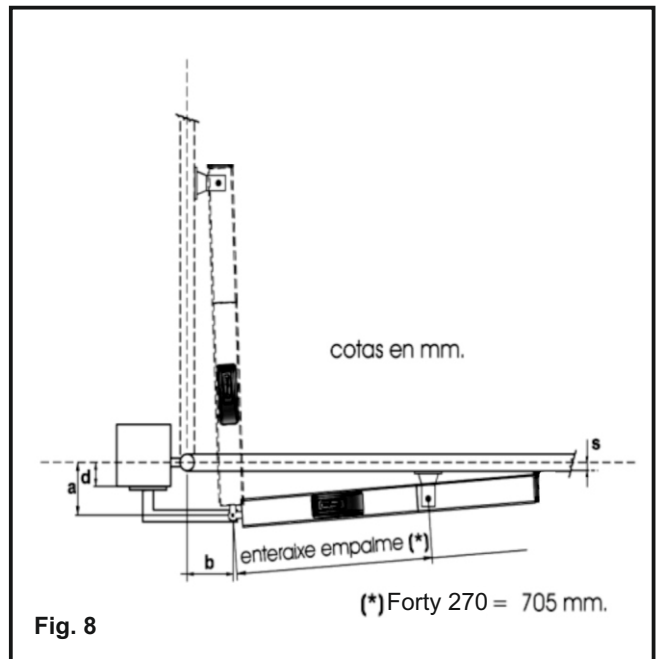

Fig. 8
3.3. INSTALACIÓN DE LOS ACCIÓNADORES FORTY CON ABERTURA HOYA EXTERNA (fig. 8)